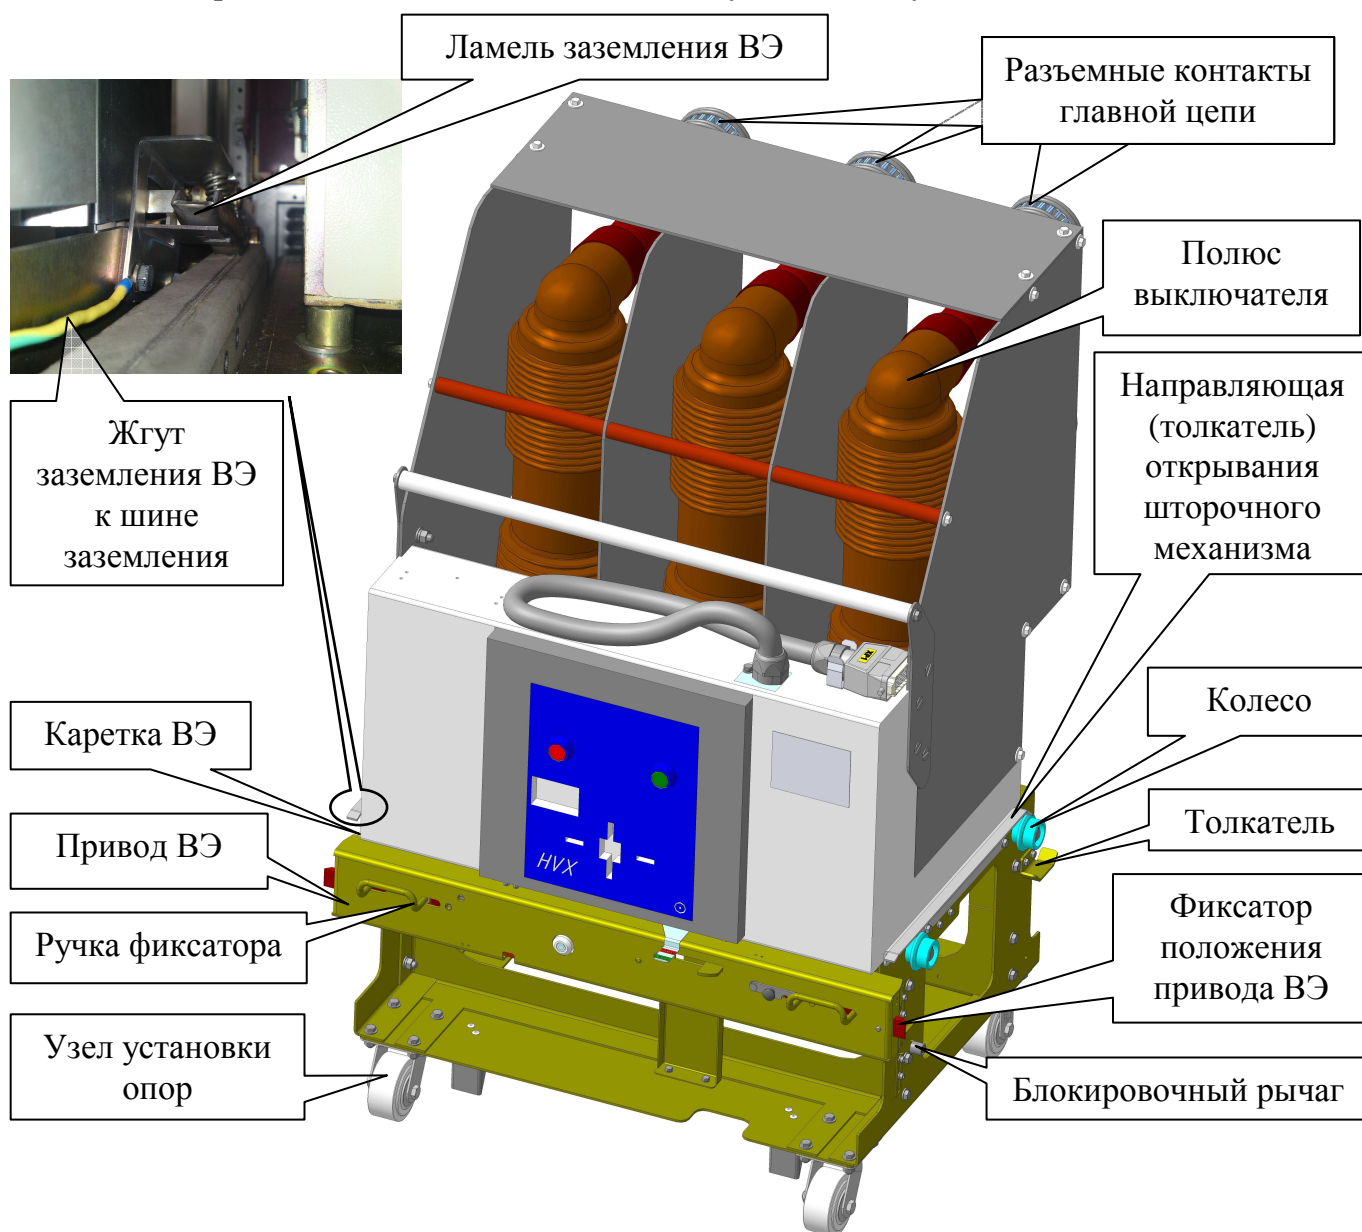
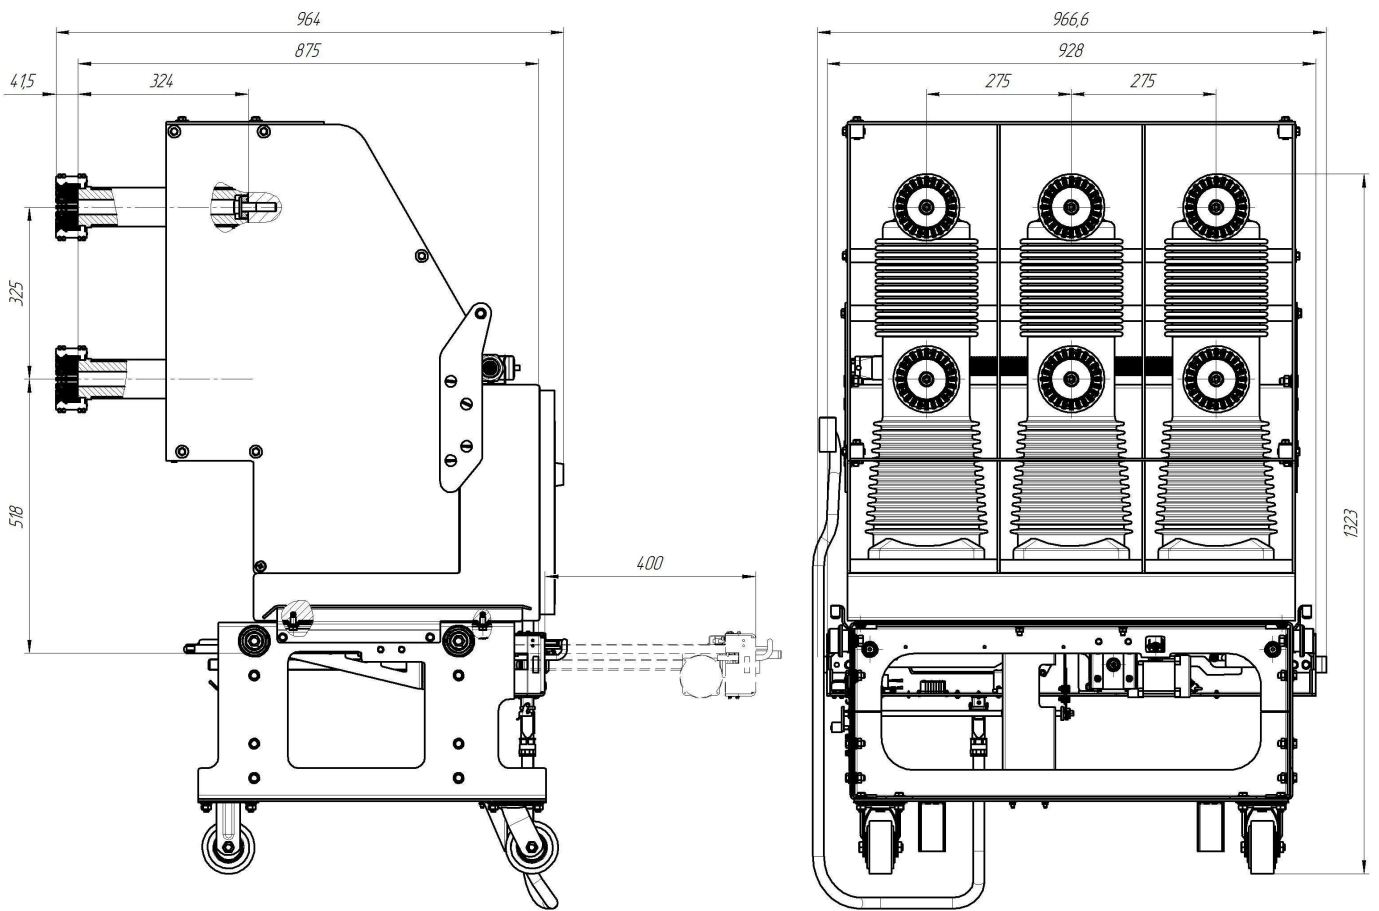

Рисунок 18 – Выдвижной элемент с вакуумным выключателем HVX 40-25-12(16/25)-F275 H325
Рисунок 19 – Выдвижной элемент с вакуумным выключателем HVX 40-25-12(16/25)-F275 H325 (основные присоединительные размеры)
- с вакуумным выключателем (Рисунок 18, Рисунок 19);